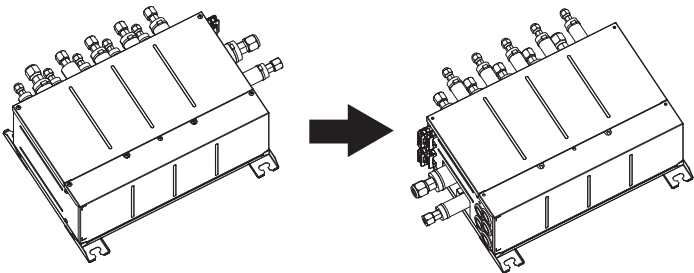

Fig. 4-4
4.1. Направление трубопровода может быть изменено. (Fig. 4-4)